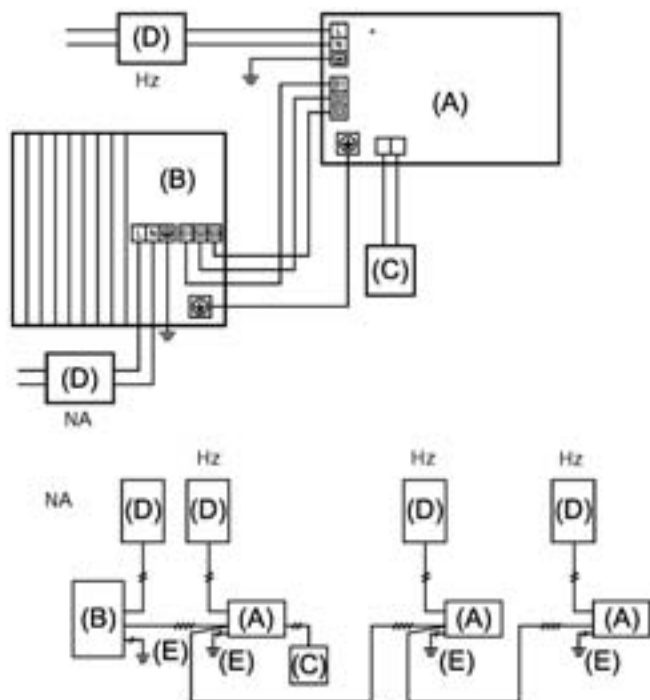
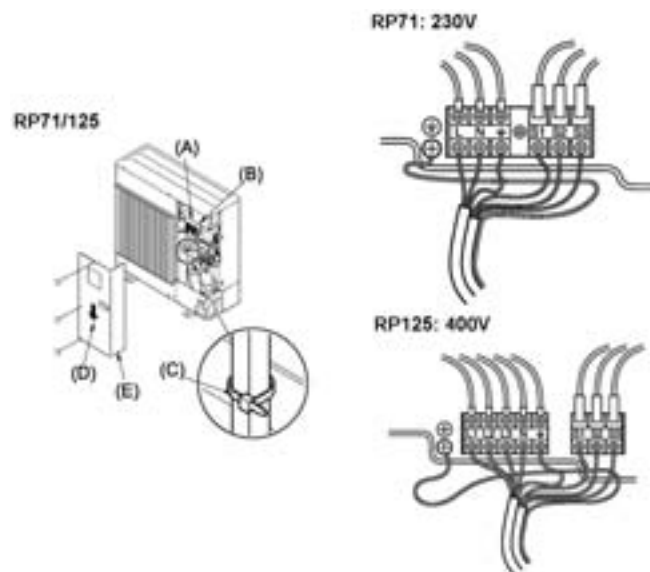

Fig. 18:
Fig. 19:
- 2) Effectuer le câblage conformément aux Fig. 18 et Fig. 19.
Légende de la Fig. 18:
Légende de la Fig. 19: